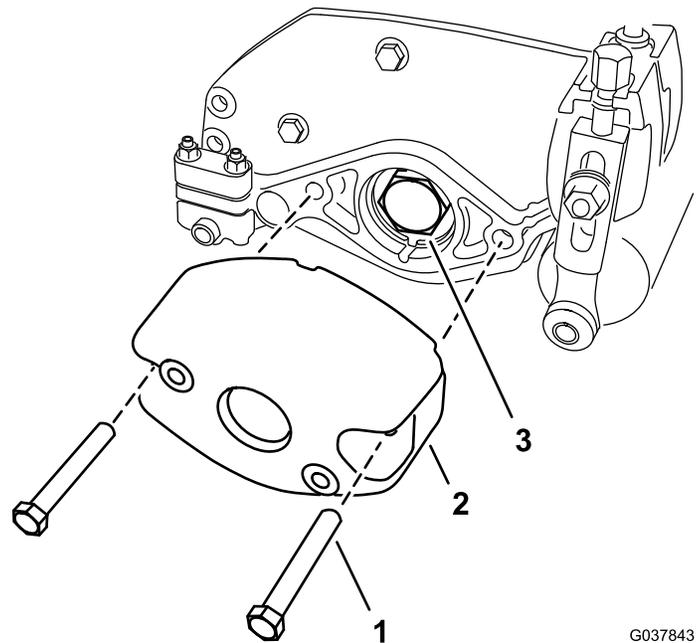

Figura 4
1. Retire los 2 pernos (5/16" x 21/4") de las 2 tuercas (que se mantienen cautivas por la placa lateral) que fijan el contrapeso en la placa lateral de la unidad de corte. Retire el contrapeso (Figura 4).
3. Retire la tuerca del cojinete del eje del molinete (Figura 4).